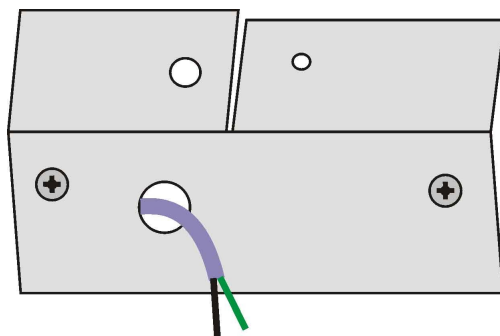

Рис. 2
- 4.4 Якщо кабель лінії зв'язку мовленнєвого оповіщення виходить зі стіни, то протягніть цей кабель через отвір в скобі діаметром 15 мм і прикрутіть скобу до стіни шурупами 3,5x35, які входять в комплектність постачання (див. рис. 2).